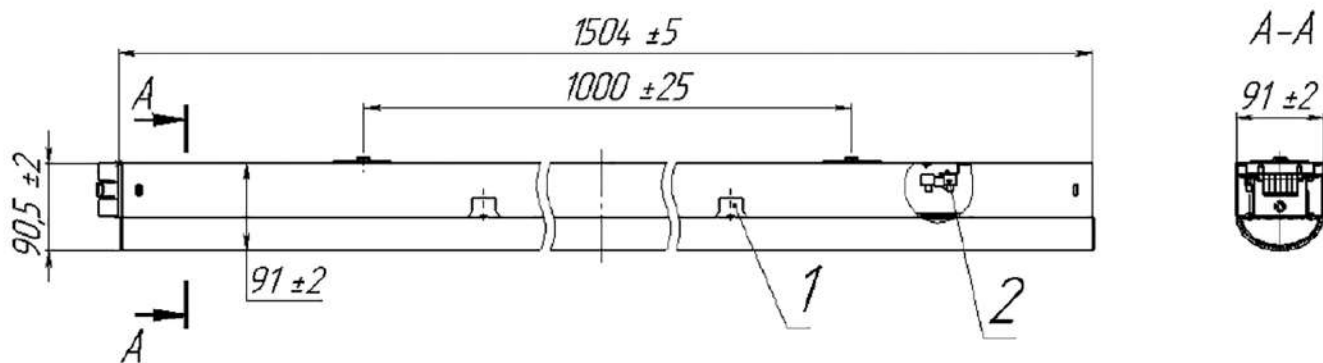

Рисунок 1
2.1 Светильники серии GALAD Маркет ПРО LED-45 (рисунок 1) предназначены для освещения общественных зданий, торговых рядов, фойе, коридоров. Светильники устанавливаются в световую линию и, соединенные между собой, представляют конструкцию любой длины (как и при использовании дополнительных аксессуаров).